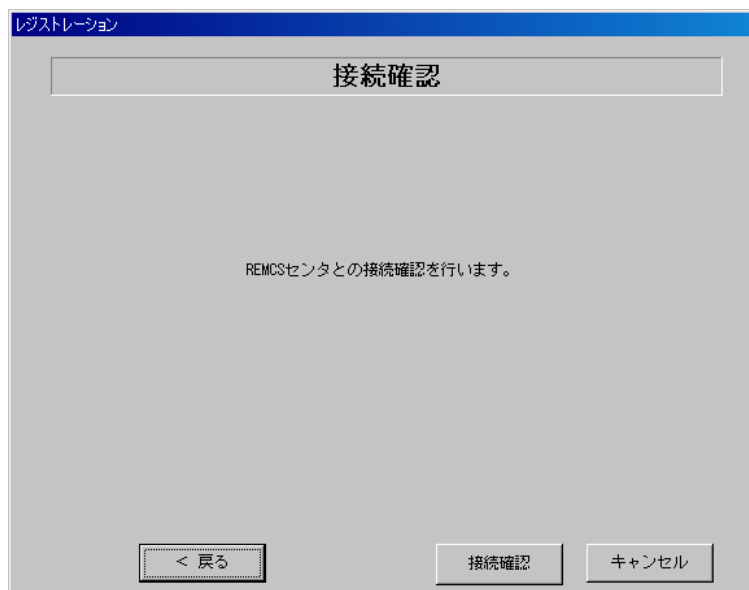

図 4-16 接続確認（インターネット接続【メールのみ】）
- 23 接続確認を行います(図 4-16)。「接続確認」ボタンをクリックします。